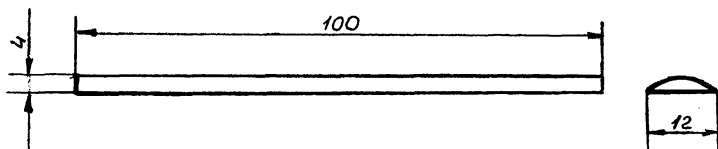

Рис. 31. Схема заготовки
- Изготовление ручки резца (рис. 31). Для изготовления можно использовать рейки из любой древесины, заготовки выпилить с помощью лобзика из ДВП, округление выполнить с помощью напильника или шлифовальной шкуркой.